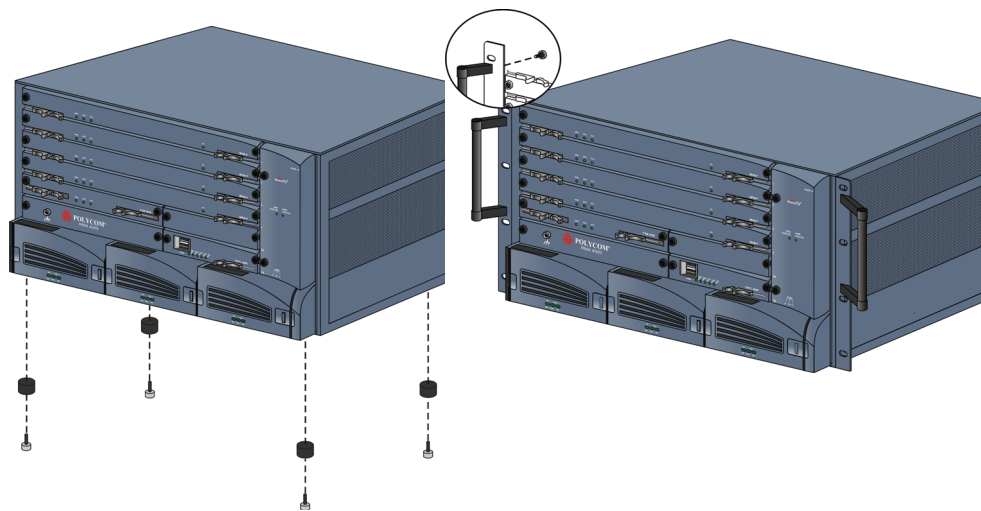

Abbildung 1-1 *Optional – Schnelles Entfernen von Fuß und Griff*
- Optional – Abhängig von dem an Ihrem Standort installierten Gestell müssen Sie eventuell die Griffe entfernen, wenn sie am RMX 4000 angebracht sind. Schrauben Sie die Griffe vom Chassis, wie in Abbildung 1-1, "*Optional – Schnelles Entfernen von Fuß und Griff*" gezeigt, ab.
- Optional – Wenn die im Gestell für das RMX 4000 vorgesehene Öffnung genau 6U groß ist, muss der Fuß vom RMX 4000 entfernt werden, um ihn im Gestell zu montieren. Schrauben Sie den Fuß wie in Abbildung 1-1, "*Optional – Schnelles Entfernen von Fuß und Griff*" gezeigt vom Chassis los.